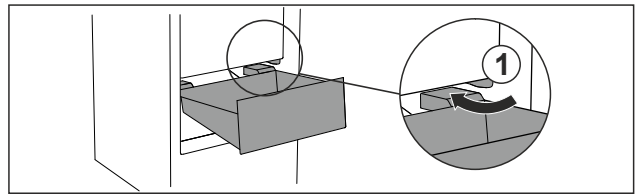

Fig. 116
- ▶ Schubfach schräg um die Stopper Fig. 116 (1) herumführen.